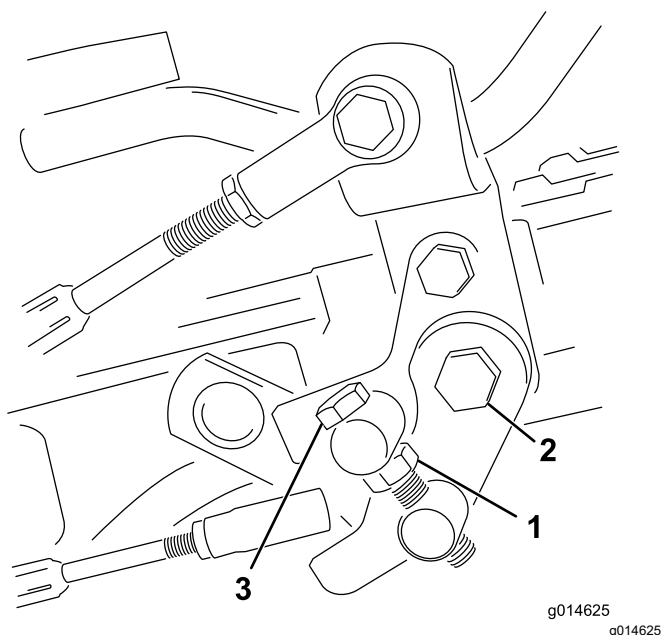

Figura 49
1. Liberte a porca de retenção do parafuso do eixo (Figura 49).
4. Aperte a porca de retenção no parafuso do eixo e a porca na articulação do pedal para bloquear o ajuste (Figura 49). Verifique o ajuste e ajuste se for necessário.